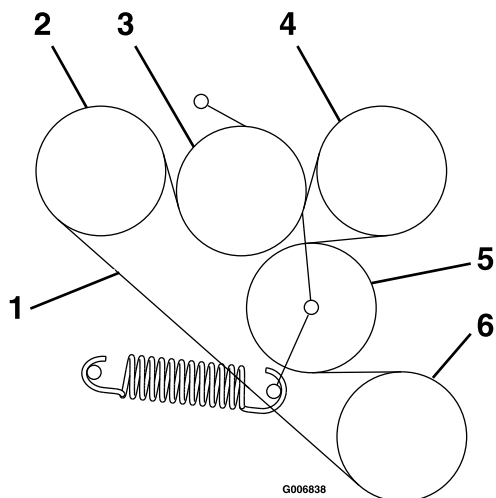

Figure 62
6. Acheminez la courroie neuve sur les poulies comme montré sur l'autocollant situé au dos de la protection d'entraînement gauche (Figure 62).